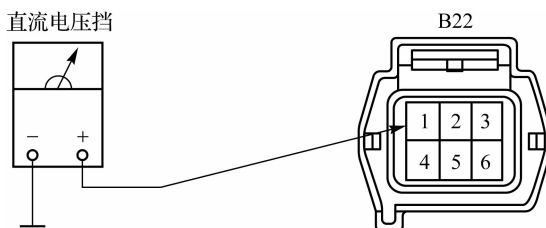

图 2-77 旋变励磁绕组参考电源电压的检测
(3)以旋变励磁绕组(+)为例,在旋变传感器 B22 棕色线束插头(母)的 1 脚连接红表笔,黑表笔搭铁,如图 2-77 所示。